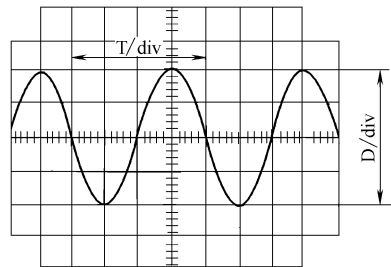

图 1-7 信号波形
(4) 垂直系统的输入耦合方式开关置于 AC, V/div 和 T/div 开关根据信号的幅度和频率置于合适的位置, 微调置于校准位置, 调节触发电平, 使波形稳定, 如图 1-7 所示。